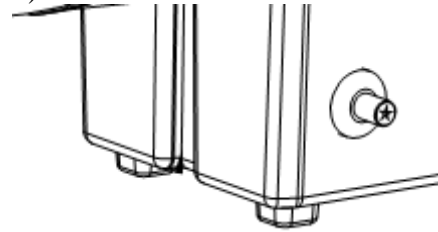

Figur 2
- e. Ställ strömbrytaren till läge 1 och kontrollera att fläkten startar korrekt. (Figur 2)